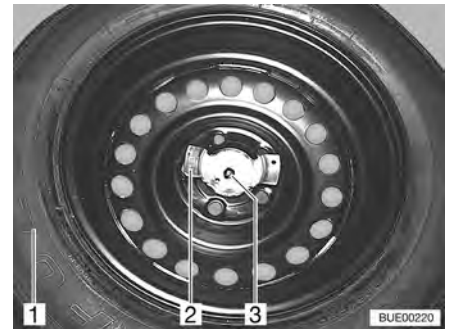

Bild 222 Reservhjulsupphängning
- Skruva loss de två muttrarna (Bild 222,2 och 3).
- Tag ut reservhjulet (Bild 222,1) ur reservhjulshållaren.